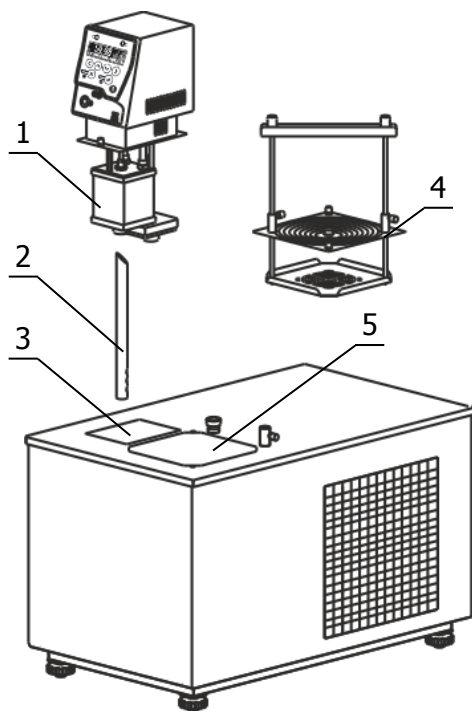
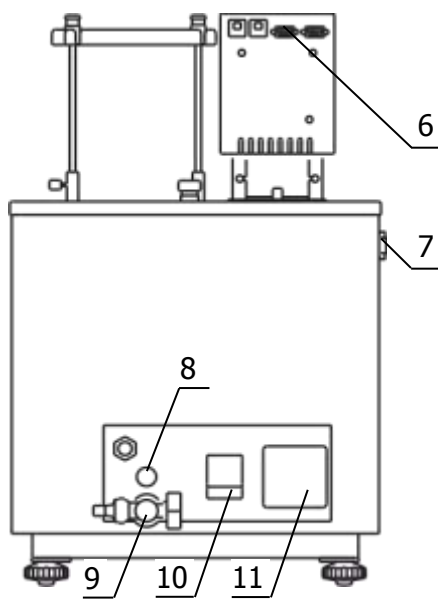

Рисунок 3 — Установка блока регулирования
Рисунок 4 — Задняя панель ванны термостата
2.2.3 Вставить выходную трубку насоса 2 (рисунок 3) косым срезом до упора в резервуар 1 блока регулирования и зафиксировать ее винтом. Три выходных отверстия трубки должны быть направлены в центр рабочей зоны после установки блока регулирования.
2.2.5 К переливному штуцеру 8 (рисунок 4) присоединить гибкий шланг, второй конец которого опустить в емкость для сбора излишков теплоносителя объемом 1.5–2 литра.
2.2.6 Заполнить ванну термостата теплоносителем через отверстие над рабочей зоной 5 (рисунок 3) до момента начала слива теплоносителя из переливного штуцера 8 (рисунок 4). Температурный диапазон применения теплоносителя должен соответствовать значениям, указанным в 1.2.6.
2.2.7 Вставить вилку сетевого кабеля блока регулирования в розетку 11 (рисунок 4). Соединить кабелем из комплекта поставки блок регулирования (разъем 6) и холодильную машину (разъем 7). Сетевой кабель термостата подключить к питающей сети напряжением 220 В. Для этого в лабораторном помещении должна быть установлена электрическая розетка из комплекта поставки термостата.
2.2.8 Автоматический выключатель 10 (рисунок 4) перевести в положение «включено».
Причина отсутствия перемешивания — неправильная работа насоса, вызванная воздушной пробкой, образовавшейся в резервуаре 1 (рисунок 3). Для ее устранения необходимо:
2.2.10 Установить корзину 4 (рисунок 3) в отверстие над рабочей зоной 5 и закрепить ее на крышке ванны винтами из комплекта поставки.
2.4.5 Надеть сливной шланг из комплекта поставки на сливной кран 9 (рисунок 4) и закрепить его хомутом. Свободный конец шланга опустить в емкость для сбора теплоносителя объемом не менее 20 литров.